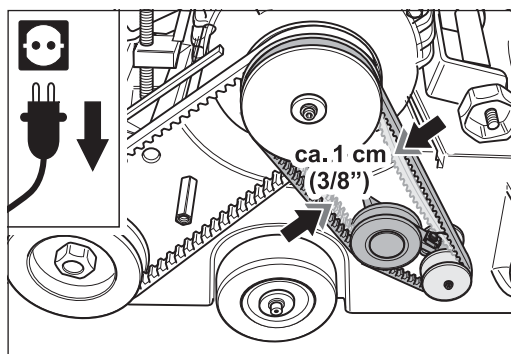

Abb. 67 Spannen des Keilriemens für den Ventilator. Der Keilriemen sollte sich knapp eine Riemenbreite durchbiegen lassen. Abbildung ähnlich.
- 8 Kontrollieren Sie die Riemenspannung. Der Keilriemen sollte sich knapp eine Riemenbreite durchbiegen lassen (Abb. 67).